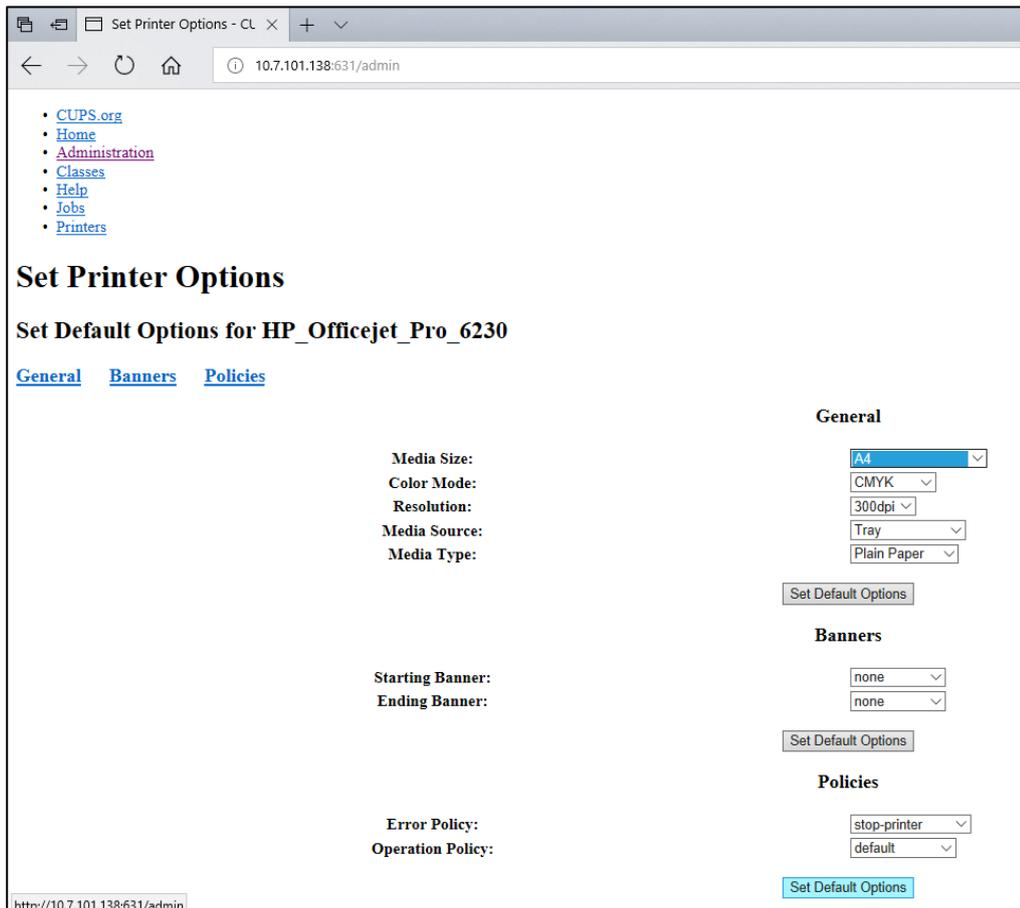

Figura 103. Selezione del formato di stampa corretto.
7. Selezionare il Media Size (Formato di stampa) corretto (ad esempio "A4") perché alcune stampanti non stampano se il formato della carta è sbagliato. Successivamente, salvare la selezione premendo Set Default Options (Imposta opzioni predefinite) (Figura 103).